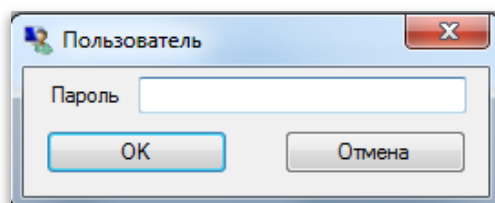

Рисунок 4 – Запрос пароля
2.1.9.2 При записи уставок запрашивается ввод пароля¹⁾ (см. рисунок 4), с помощью клавиатуры необходимо ввести набор символов, являющийся паролем терминала и нажать «ОК».